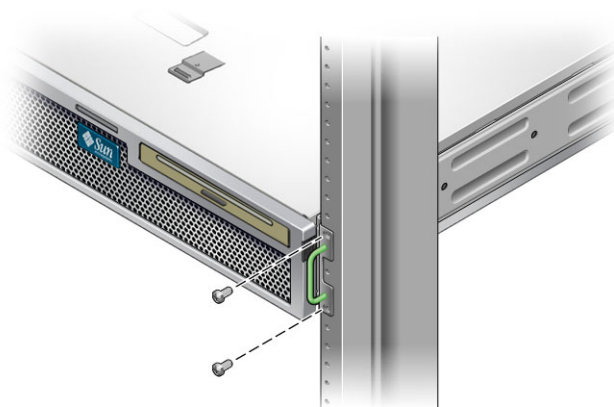

図 3-13 ラックへのサーバーの前面の固定
15. 各側面でねじを 2 本ずつ使用して、サーバーの側面に取り付けられたハードマウント固定部品の前面をラックの前面に固定します (図 3-13)。